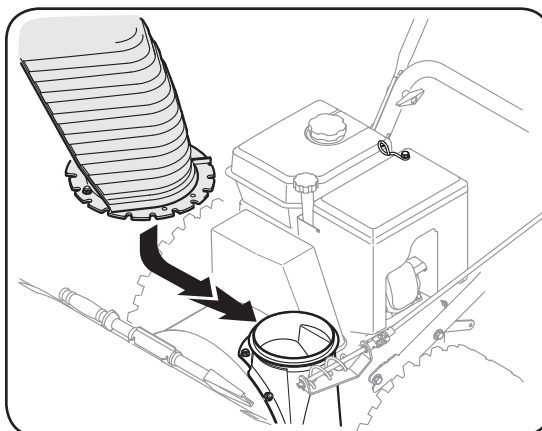

Figure 3-6
- Positionnez la goulotte au-dessus de sa base, assurant que les gardes de bride sont sous la lèvre de l'adaptateur de la goulotte. Les entailles devraient enclencher avec la vis sans fin à la base de la commande de direction de la goulotte. Voir la Figure 3-6.